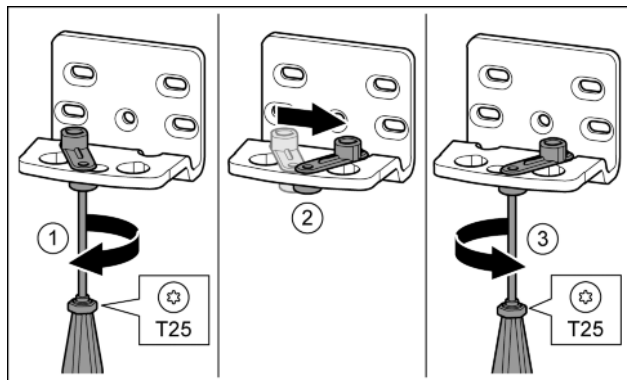

Fig. 12
- ▶ Lekko odkręcić śrubę przy pomocy śrubokręta T25. Fig. 12 (1)
- ▶ Unieść element zamka drzwi, a następnie obrócić w otworze w prawo o 90°. Fig. 12 (2)
- ▶ Śrubę przykręcić przy pomocy śrubokręta T25. Fig. 12 (3)